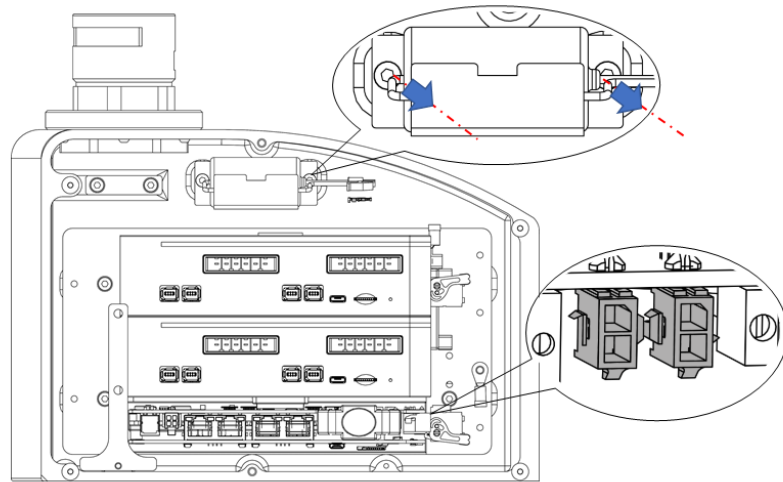

图 5-2 拆编码器电池的固定螺钉
**步骤2** 拆卸固定编码器电池的固定零件上的螺钉如图 5-2 所示，再缓缓拿出电池组件。